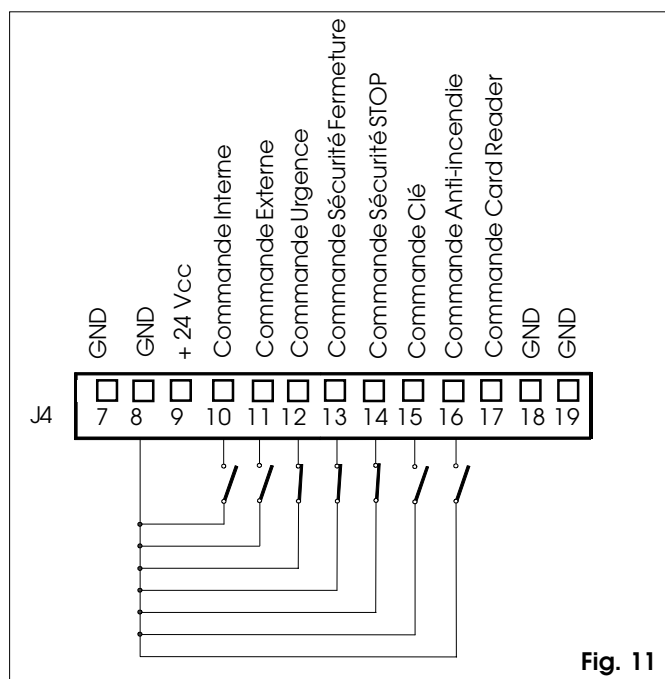

Fig. 11
- ⑤ **Bornier J4** Connexion Entrées (fig. 11, 12, 16)
NUIT: La commande externe est inactive. L'ouverture de la porte peut être commandée uniquement en activant la commande Clé (fig. 11).